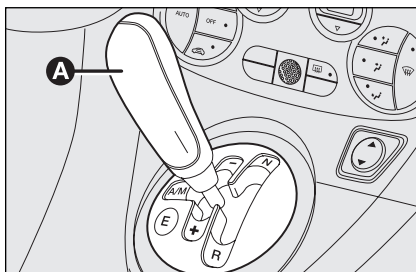

fig. 1
- ☐ Zet de versnellingspook **A-fig. 1** in stand (+) om de eerste versnelling in te schakelen (indien geschakeld wordt vanaf **N** of **R** volstaat het om de pook naar het midden te brengen) of in stand **R** voor de achteruit
- ☐ Zet de versnellingspook **A-fig. 1** in stand **A/M** om de automatische bediening in te schakelen of in stand **R** voor de achteruit